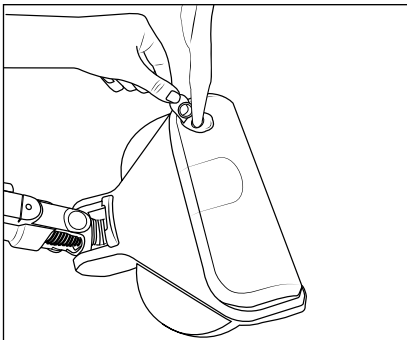

Fig. 16
- 1) Afferrare la linguetta di chiusura ❸³ del serbatoio dell'acqua pulita ❸² con le dita e tirarla via verso l'alto dall'apertura di riempimento del serbatoio dell'acqua pulita ❸² vedere fig. 16).
- 2) Versare acqua di rubinetto o acqua distillata nel serbatoio dell'acqua pulita ❸² (vedere fig. 16).
- 3) Chiudere nuovamente l'apertura di riempimento del serbatoio dell'acqua pulita ❸² premendo saldamente la linguetta di chiusura ❸³ sull'apertura di riempimento.